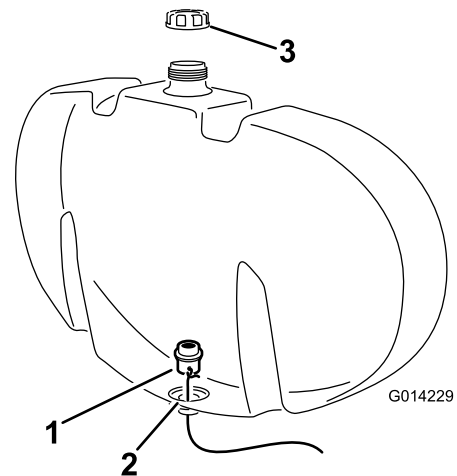

Figure 3
- E. Utilisez le fil pour guider le raccord de traversée dans le trou au fond du réservoir (Figure 3).
- F. Positionnez le raccord de traversée en plaçant le joint transparent en appui contre la paroi intérieure du réservoir de rinçage (Figure 3).